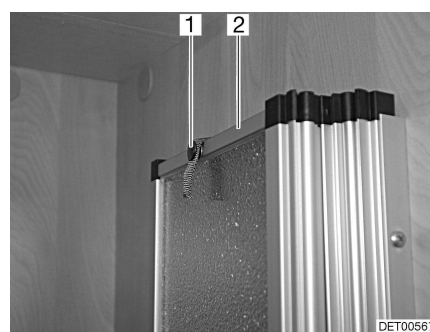

Fig. 109 Dispositivo de fijación, panel de separación de la ducha
- Soltar la cinta de sujeción (Fig. 109,1) del panel de separación de la ducha (Fig. 109,2) y desplegar el panel de separación de la ducha.
- Plegar el panel de separación de la ducha (Fig. 109,2) y fijar la cinta de sujeción (Fig. 109,1).